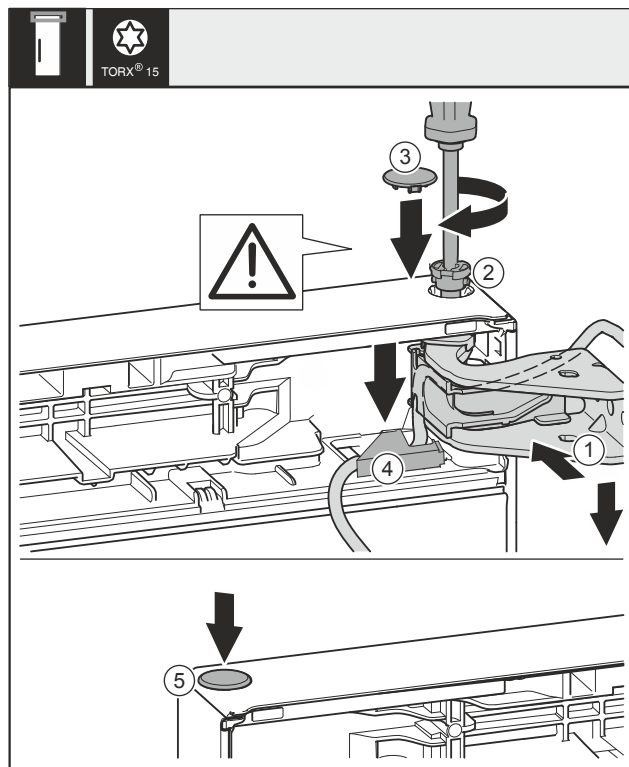

Fig. 45
- Tür oben zur Öffnung im Lagerbock Fig. 45 (1) ausrichten.
- Bolzen Fig. 45 (2) einsetzen und mit Schraubendreher festschrauben.
- Sicherheitsabdeckung zur Sicherung der Tür montieren: Sicherheitsabdeckung Fig. 45 (3) einsetzen und kontrollieren ob sie auf der Tür aufliegt. Ansonsten Bolzen vollständig einsetzen.
- Abdeckung Fig. 45 (4) einsetzen und nach unten drücken bis sie einrastet.
- Stopfen Fig. 45 (5) einsetzen.